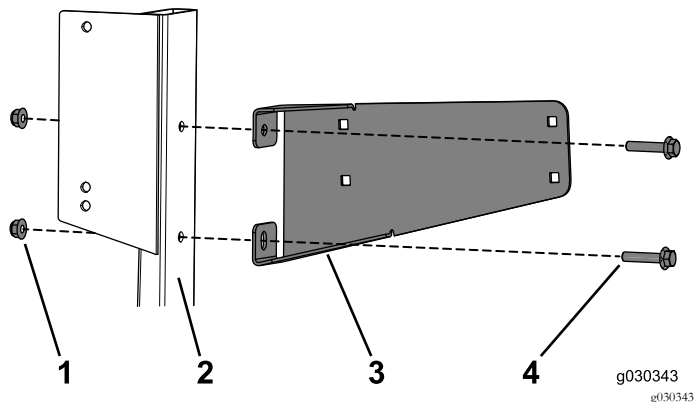

Figura 25
1. Fixe a montagem do depósito à montagem do tubo no compartimento do motor utilizando os 2 parafusos de cabeça flangeada (5/16 pol. x 1½ pol.) e as 2 porcas flangeadas (Figura 25).